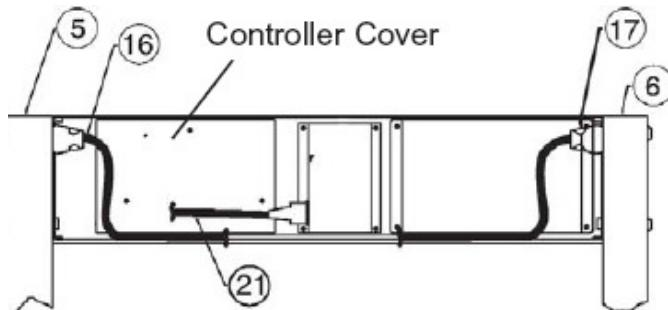

FIGURA 2-7 (Ver la tabla 6-4 para lista de piezas
3. Retire los tres tornillos que retienen la tapa del controlador. (Ver figura 2-7)